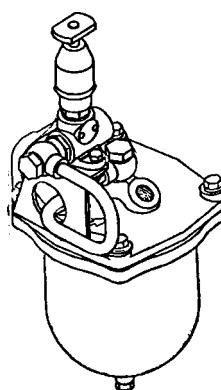
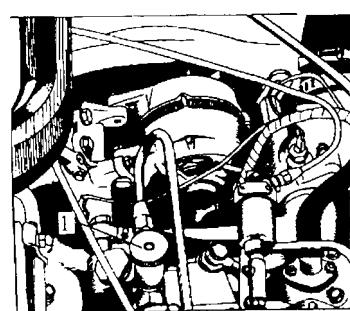

Рис. 11. Топливоподкачивающий насос на топливном фильтре грубой очистки
Рис. 10. Топливоподкачивающий насос для двигателя 7403.10
На автомобилях, укомплектованных двигателями 7403.10, топливоподкачивающий насос 1 установлен на ТНВД (см. рис. 10). На автомобилях, укомплектованных двигателями 740.11-240 и 740.11-300, предусмотрено два варианта установки топливоподкачивающего насоса: на топливном фильтре грубой очистки топлива (см. рис. 11) и на кронштейне, размещенном под хомутом крепления топливного бака.
2. Открыть кран на топливном бачке подогревателя и заполнить систему питания подогревателя топливом, сделав несколько качков ручным топливоподкачивающим насосом (см. рис. 10 и 11).